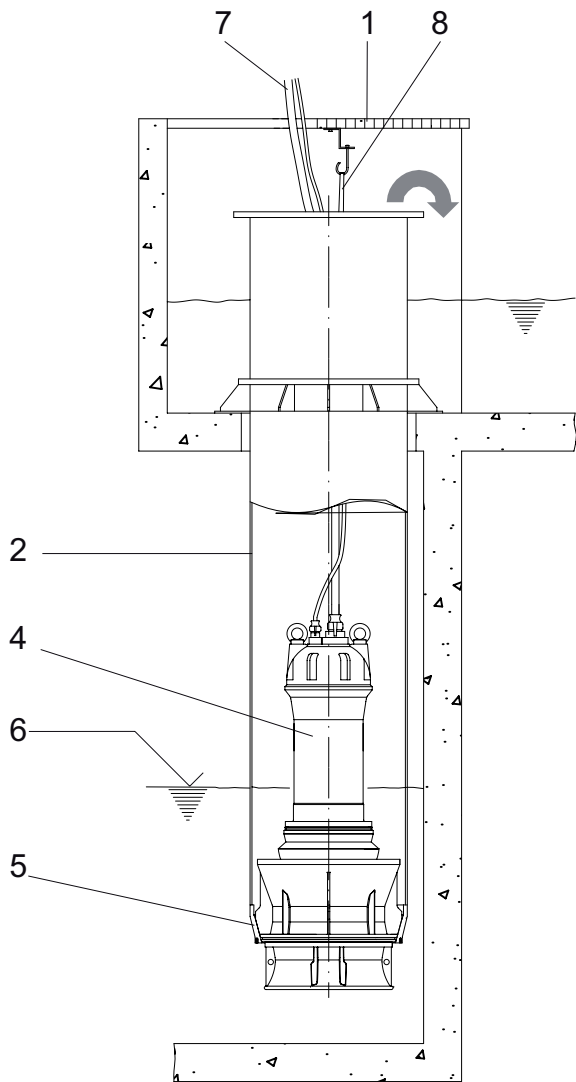
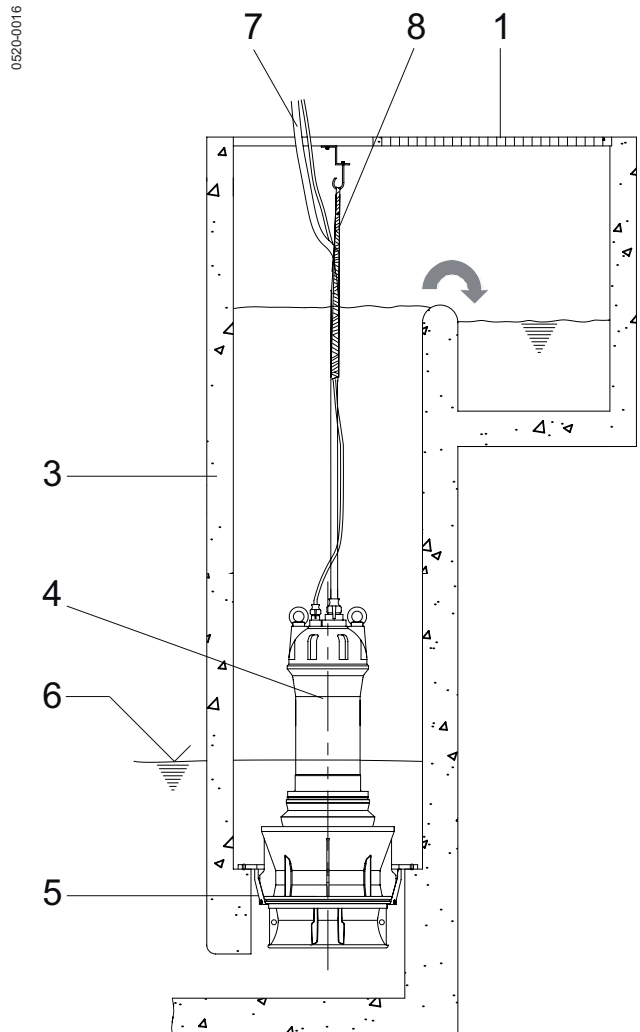

Bild 25 AFL/VUP im Stahldruckrohr
Bild 26 AFL/VUP im Betonschacht
1. **Installation in Stahlrohr, gemäß Bild 25**
2. **Installation in einem Betonschacht, gemäß Bild 26**
Der zur Installation der AFL/VUP Tauchmotor-Pumpe erforderliche Kupplungsring muß bereits bauseits installiert sein, *siehe Bild 25 und Bild 26*. Im Schacht bzw. Steigrohr müssen vor der Installation der Tauchmotor-Pumpe geeignete Anschlagmittel (Haken) für die Kette sowie eine Durchführung und Aufhängung (Kabelziehstrumpf) für die Anschlußkabel vorhanden sein.